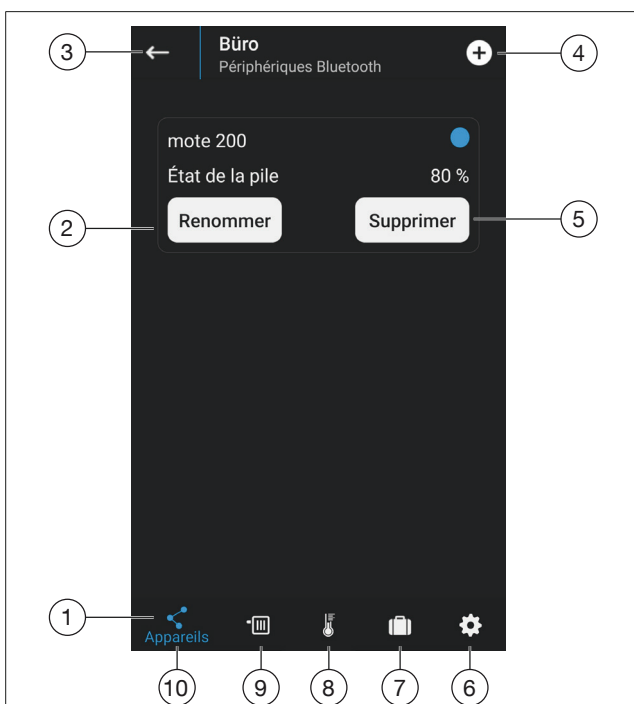

Fig. 6: « Appareils »
La barre de menus (position 1 dans Fig. 6 page 11) permet d'accéder aux menus « Appareils », « Température », « Profil de chauffage », « Profil de vacances » et « Réglage ».
8.2.3.1 Menu « Appareils » (position 10 dans Fig. 6 page 11)
8.2.3.2 Menu « Température » (position 9 dans Fig. 6 page 11)
(1)	Compensation	Lorsque la géométrie de la pièce, dans lequel l'appareil est installé, est compliquée, les températures mesurées par le thermostat peuvent différer de la température ambiante. Le réglage Compensation sert à neutraliser cette différence. La compensation est réalisée sur une plage -5 à +5.
(2)	Température d'économie	La température d'économie est la température de référence pour les périodes dans lesquelles la température doit être réduite.
(3)	Température de confort	La température de confort est la température personnelle de bien-être. Les périodes dans lesquelles cette température doit être activée sont définies dans le profil de chauffage (voir section 8.2.4 page 12).
8.2.4 Menu « Profil de chauffage » (position 8 dans Fig. 6 page 11)
8.2.5 Menu « Vacances » (position 7 dans Fig. 6 page 11)
8.2.6 Menu « Réglage » (position 6 dans Fig. 6 page 11)